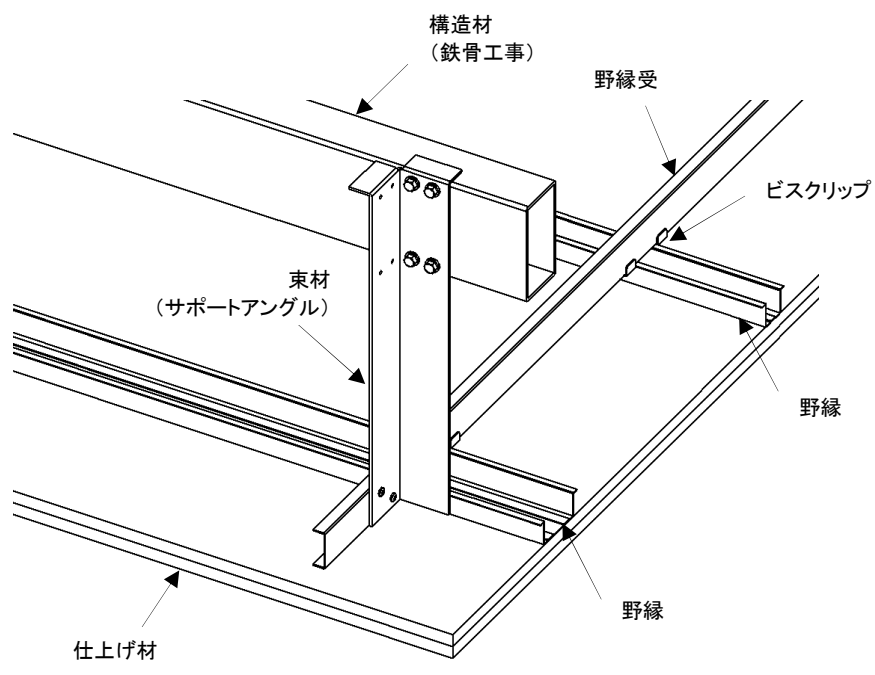

図2-7 仕上げ材貼り
- ・ 仕様により決められたピッチでボードを貼る。(図 2-7参照)